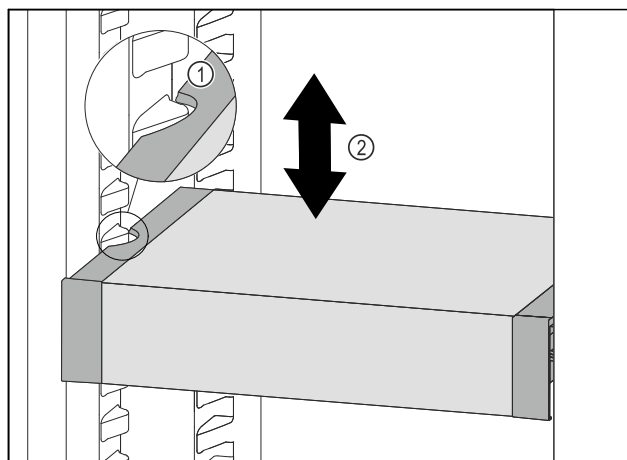

Fig. 108
- Træk VarioSafe fremefter, indtil udsparingerne i siden på VarioSafe er på niveau med beholderribben i kølesektionen. Fig. 108 (1)
- Flyt VarioSafe op eller ned i kølesektionen, indtil den ønskede højde er nået. Fig. 108 (2)